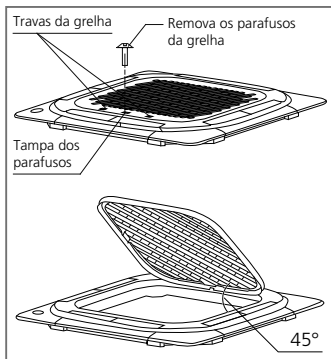

FIG. 14
a) Para retirar a grelha, pressione para dentro simultaneamente as travas da grelha de modo a destravar os engates desta. Segure a grelha em um ângulo de 45°, levante-a ligeiramente e retire-a do corpo da unidade (Fig. 14).